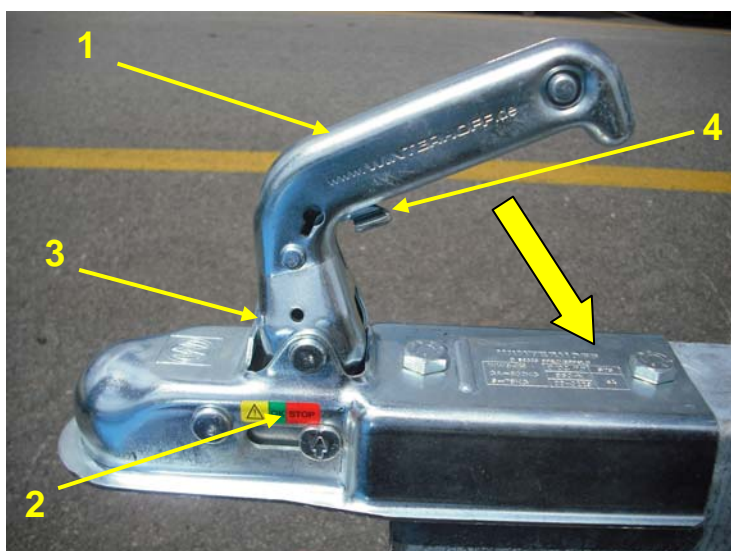

Figura 11 : Enganche de bola
❶ Conduzca el vehículo tractor o el remolque hasta el punto de acoplamiento.
❷ Compruebe que el cabezal de acoplamiento esté abierto: mando de acoplamiento hacia arriba (figura 11 ref.1) y marca (ref. 2) en "STOP".
❸ Colocar el cabezal de acoplamiento abierto en la rótula de enganche. Presione el mando de acoplamiento hacia abajo en la dirección de la flecha (figura 11)
❹ Compruebe que la seguridad (ref. 3) esté visible en el mando y que la marca 2 esté en "OK".
❺ Vuelva a montar por completo el pie de apoyo.
❻ Conecte la toma eléctrica para la rampa de luces trasera.